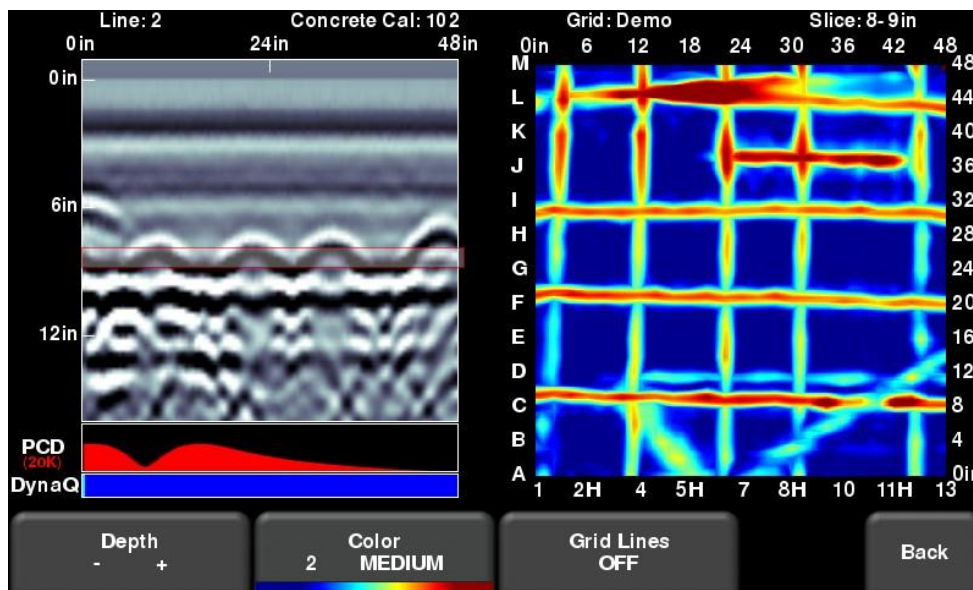

Fig. 8-4: View Settings 機能のタブメニューが表示されます。
- **View Settings** – この機能は、深度スライス画面のタブメニュー(Fig. 8-4):